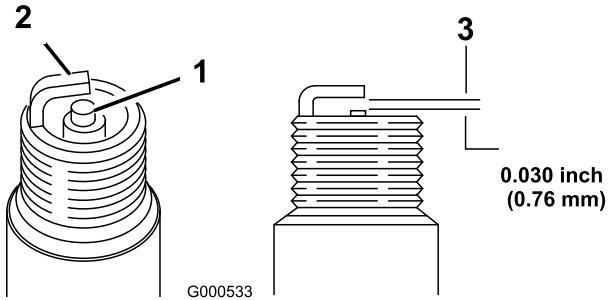

Figura 39
- Veja a parte central da vela de ignição (Figura 39). Se verificar uma cobertura castanha ou cinzenta no isolante, o motor está a funcionar correctamente. Uma cobertura preta no isolante indica que o filtro de ar está sujo.
- Verifique a folga entre os eléctrodos central e lateral (Figura 39). Dobre o eléctrodo lateral (Figura 39) se a folga não for a correcta.